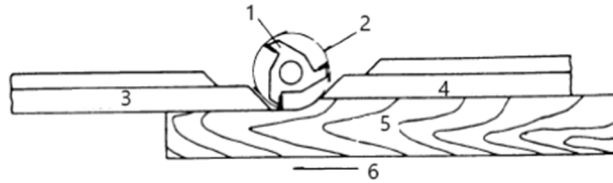

Figura 3
3. La guida anteriore deve essere avanzata in modo da entrare in contatto con il pezzo da lavorare, come mostrato nella figura 3. La recinzione posteriore sarà quindi allineata con il cerchio di taglio.